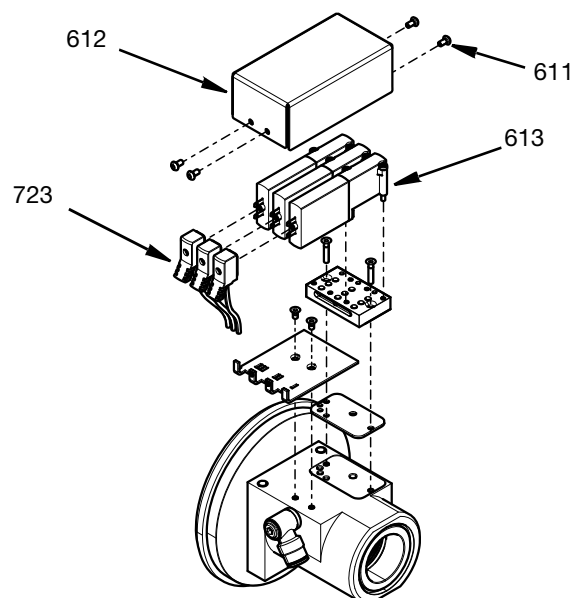

FIG. 20
12. Magnetventiler och grenrör kan nås genom att locket (612) och sedan de fyra M3-skrivarna (611) tas bort. Kabelanslutningarna (723) kan kopplas bort och magnetventilerna (613) kan skruvas loss. Se FIG. 20.